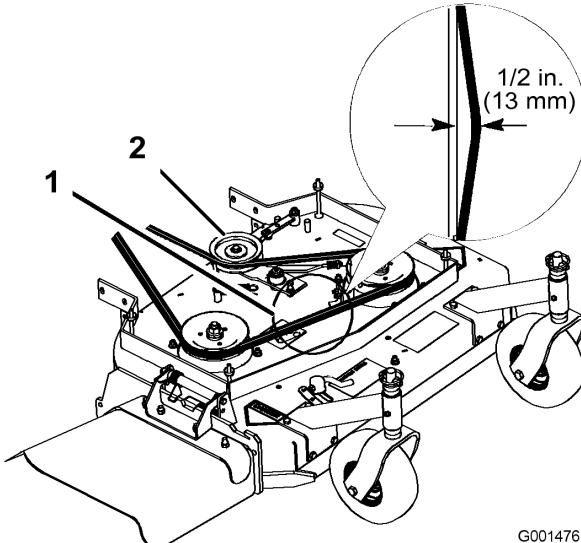

Figure 34
- Retirez la poulie de tension et la courroie usagée (Figure 34).
Remarque: La tension correcte de la courroie du plateau de coupe est de 44-67 N (10-15 lb-pi) avec une flèche de 13 mm (1/2") à mi-chemin entre les poulies (Figure 34).